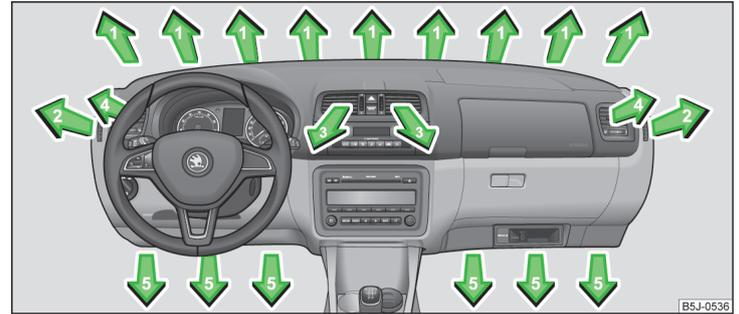

Abb. 94 Luftaustrittsdüsen
Bei den Luftaustrittsdüsen 3 und 4 » Abb. 94 kann die Luftstromrichtung geändert und die Düsen können auch einzeln geschlossen und geöffnet werden.
► Das senkrechte Rad (Luftaustrittsdüsen 3) » Abb. 94 bzw. das waagerechte Rad (Luftaustrittsdüsen 4) in die Stellung drehen.
- › Die waagerechten Lamellen mithilfe des verschiebbaren Verstellers schwenken, um die Höhe der Luftströmung zu ändern » Abb. 94.
Wir empfehlen Ihnen, die Luftaustrittsdüsen 3 » Abb. 94 auf Seite 89 in allen Betriebsarten geöffnet zu belassen.